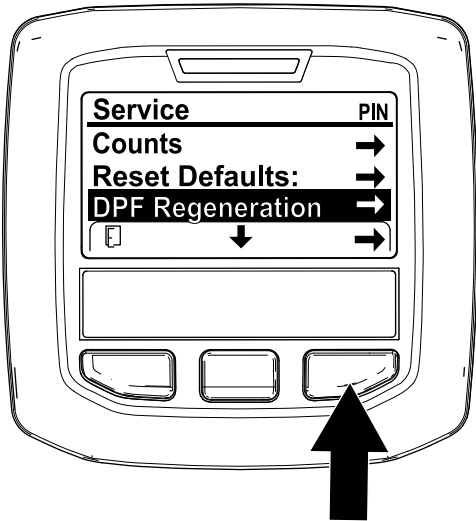

Рисунок 31
1. Перейдите к меню Service (Техобслуживание), нажмите среднюю кнопку для прокрутки вниз к опции DPF REGENERATION (РЕГЕНЕРАЦИЯ DPF) (Рисунок 31).
2. Нажмите правую кнопку для выбора позиции DPF Regeneration (Регенерация DPF) (Рисунок 31).